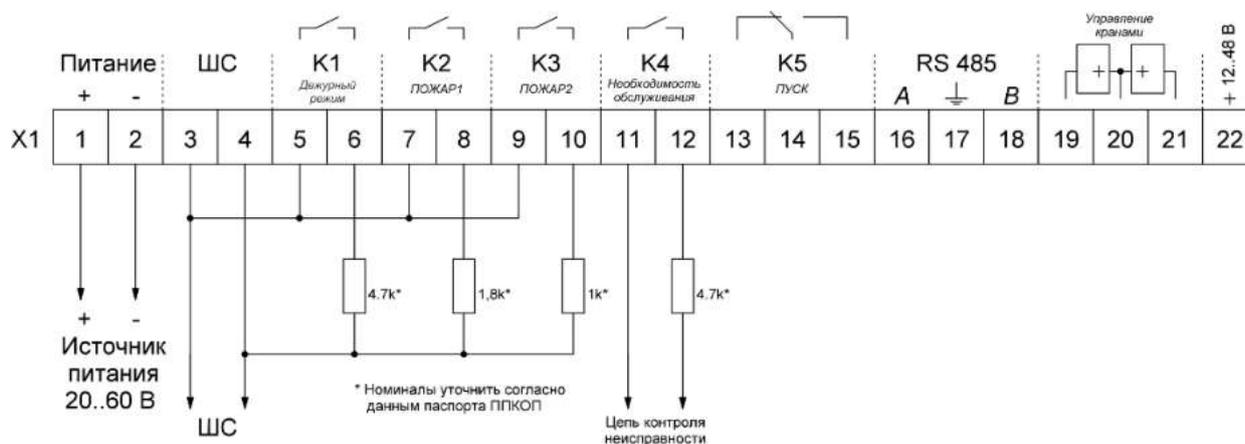

Рисунок 16 – Схема подключения с отдельным сигналом об обслуживании
19.1 Схема подключения ИПА к ПЦН с приоритетом сигналов о пожаре при уменьшении сопротивления ШС и формировании извещений «Пожар 1», «Пожар 2» (номиналы резисторов приведены для ПЦН типа ППКОП Сигнал-20П Smd, С2000-АСПТ с ШС1 тип 1 пожарный дымовой с определением двойной сработки) (рисунок 16).